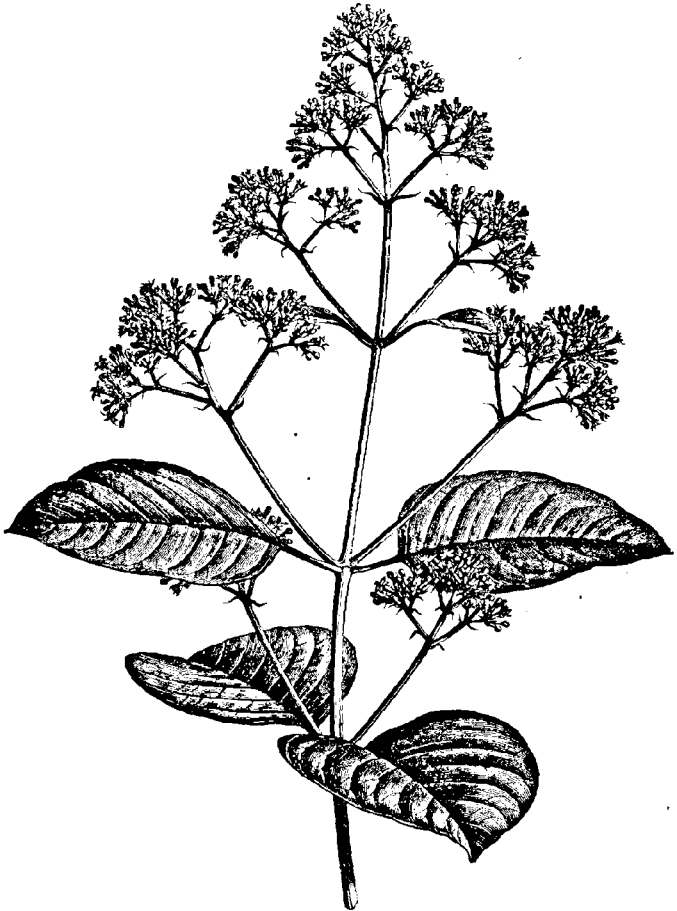

Fig. 212. *Cinchona succirubra*.
**Origine.** — C'est l'écorce d'un arbre, le *Cinchona* (fig. 212), originaire de l'Amérique tropicale, d'où il disparaît peu à peu des forêts.